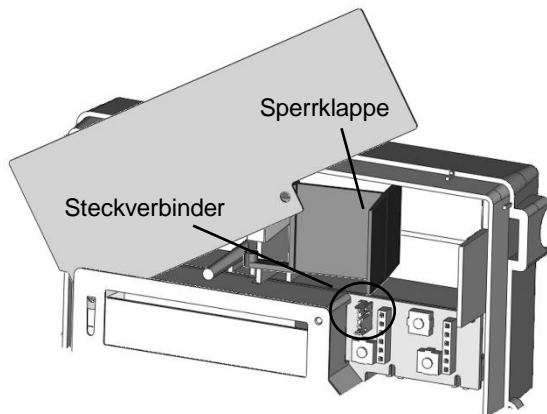

Abb. 2: Übersicht Zähler
- Stecken Sie die 3-Pin Anschlussleitung auf den Steckverbinder auf der Leiterplatte an (siehe Abb. 2)